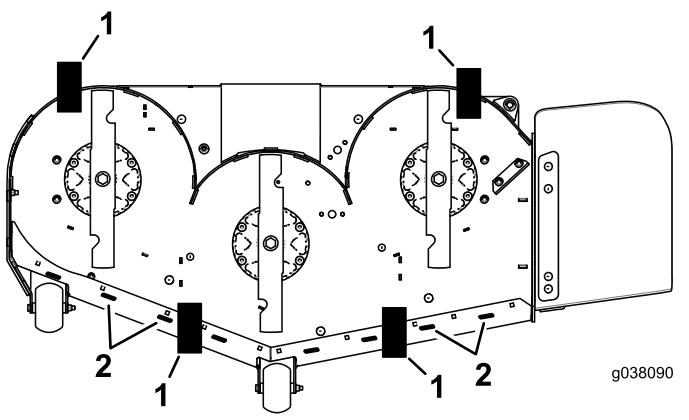

Figura 82
11. Amplasai 2 blocuri (consultați tabelul privind înălțimea blocului i cuitul pentru tuns) sub marginea din spate a punii de tăiere, câte unul pe fiecare parte a punii de tăiere (Figura 82).